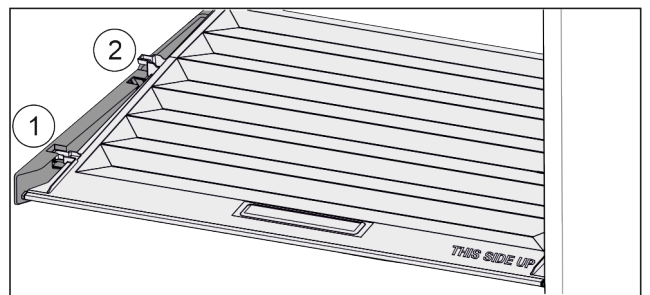

Fig. 33
- ▶ Deksel tot de opening in de vasthoudelen naar voren trekken *Fig. 33 (1)*.
- ▶ Aan de achterkant vanaf de onderkant omhoog tillen en vanaf de bovenkant verwijderen *Fig. 33 (2)*.